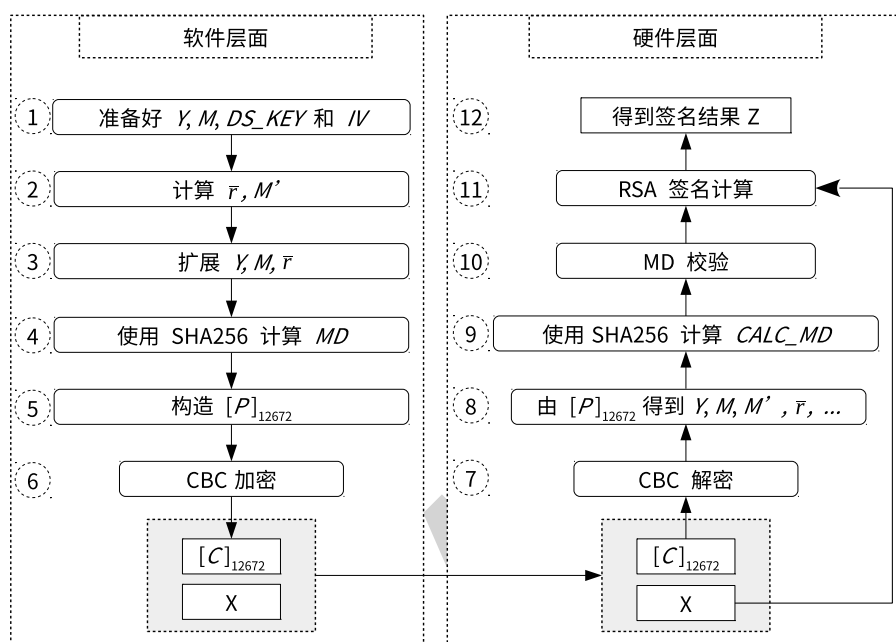

图 15-1. 软件准备工作与硬件工作流程
如果用户想使用 DS 模块进行数字签名，软件和硬件必须紧密配合才可以顺利完成，并且软件需要做一系列准备工作，如图 15-1 所示。图中左半边给出了在硬件开始 RSA 签名计算之前，软件需要做哪些准备工作。图中右半边展示了硬件在整个签名计算的过程中具体会做些什么。
- 对于多次签名计算，软件准备工作（图 15-1 左侧）只需要进行一次，但对于每一次签名计算，硬件运算（图 1-1 右侧）都需要重新进行。
用户需要依照图 15-1 指定的步骤来计算 C 。详细的过程描述如下：
1. 解析阶段, 即图 15-1 中的步骤 7 和步骤 8
解析过程是图 15-1 中步骤 6 的逆过程。DS 模块将调用 AES 硬件加速器以 CBC 块模式对输入的密文信息 C 进行解密, 获取明文信息。该过程可以表示为 $P = \text{AES-CBC-DEC}(C, DS_KEY, IV)$, 其中 IV 就是 $[IV]_{128}$, 由用户直接指定; $[DS_KEY]_{256}$ 由硬件 HMAC 提供, 由存储在 eFuse 中的 $HMAC_KEY$ 得到, 软件无法获取。
2. 校验阶段, 即图 15-1 中的步骤 9 和步骤 10
DS 模块会执行两种校验操作: MD 校验和填充 (padding) 校验。由于填充校验和 MD 校验同步进行, 因此填充校验不在图 15-1 中体现。
3. 计算阶段, 即图 15-1 中的步骤 11 和步骤 12